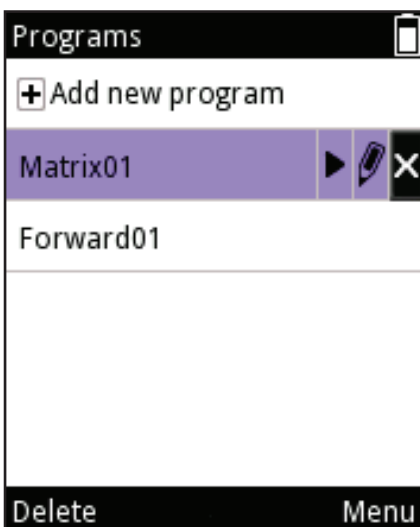

Figura D39.
- Usare , per evidenziare l'icona e premere (**Delete**) (Elimina) (Figura D39).